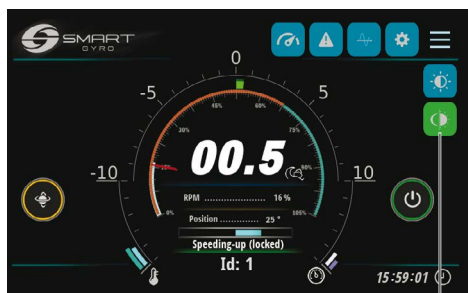

Figure 5
- Appuyez sur l'icône de sélection nuit/jour (Figure 5, (1)) pour sélectionner la vitesse de fonctionnement souhaitée.